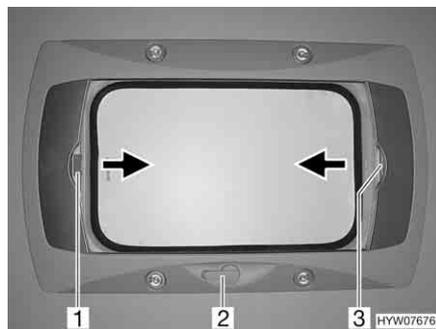

Fig. 32 Oblò a manovella
- Ruotare la manovella (Fig. 32,2) fino a quando non si incontra resistenza (angolo di apertura max. 70°).
*Chiusura:* ■ Tirare la tendina oscurante pieghevole per la maniglia (Fig. 32,3) nella direzione della freccia fino alla posizione desiderata e rilasciare. La tendina oscurante pieghevole rimane in questa posizione.
*Chiusura:* ■ Tirare la zanzariera a rullo per la maniglia (Fig. 32,1) nella direzione della freccia verso la maniglia contrapposta della tendina oscurante pieghevole (Fig. 32,3) e farla innestare.
*Apertura:* ■ Tirare la maniglia della zanzariera a rullo (Fig. 32,1) dietro, verso l'alto, e sganciare la zanzariera a rullo dalla tendina oscurante pieghevole (Fig. 32,3).